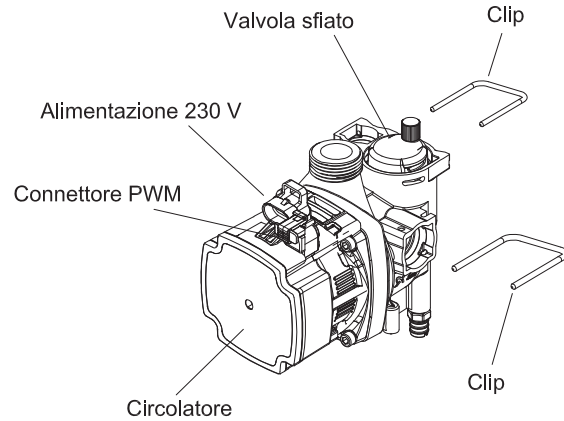

Fig. 34
7.12 SOSTITUZIONE CIRCOLATORE (Fig. 34)